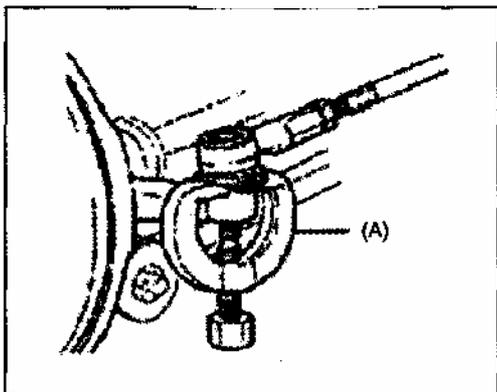

Рис. 422
- 3) При помощи специального инструмента, снимите шарнир с поворотного кулака (Рис. 422).